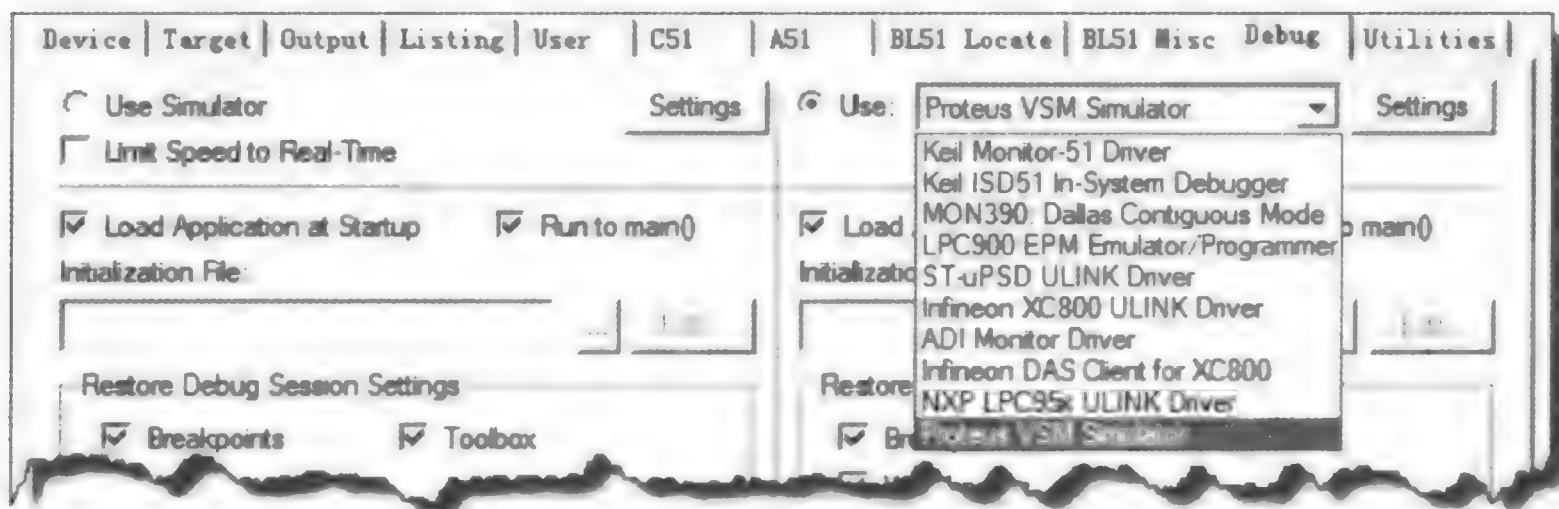

图 5.2.18 选择 Proteus 仿真器
(4) 打开上文中建立的 Keil 工程,单击界面上方工具按钮,在 Debug 选项卡中选择使用 Proteus 仿真器,如图 5.2.18 所示。